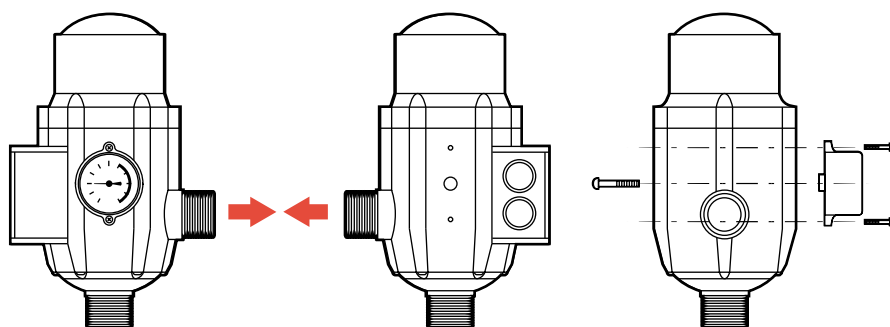

Рис. 1
4.1. Манометр может быть установлен на одной из двух сторон блока автоматики (рис. 1), при помощи уплотнительного кольца и двух крепежных винтов. Выбрав удобное расположение манометра, с противоположной стороны заглушите отверстие при помощи винта без использования какого-либо уплотнителя.